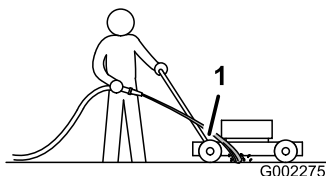

Figura 23
3. Mantenha a mangueira ligada ao nível do manípulo e direcione a água para fluir para o solo mesmo em frente da roda traseira direita (Figura 23).